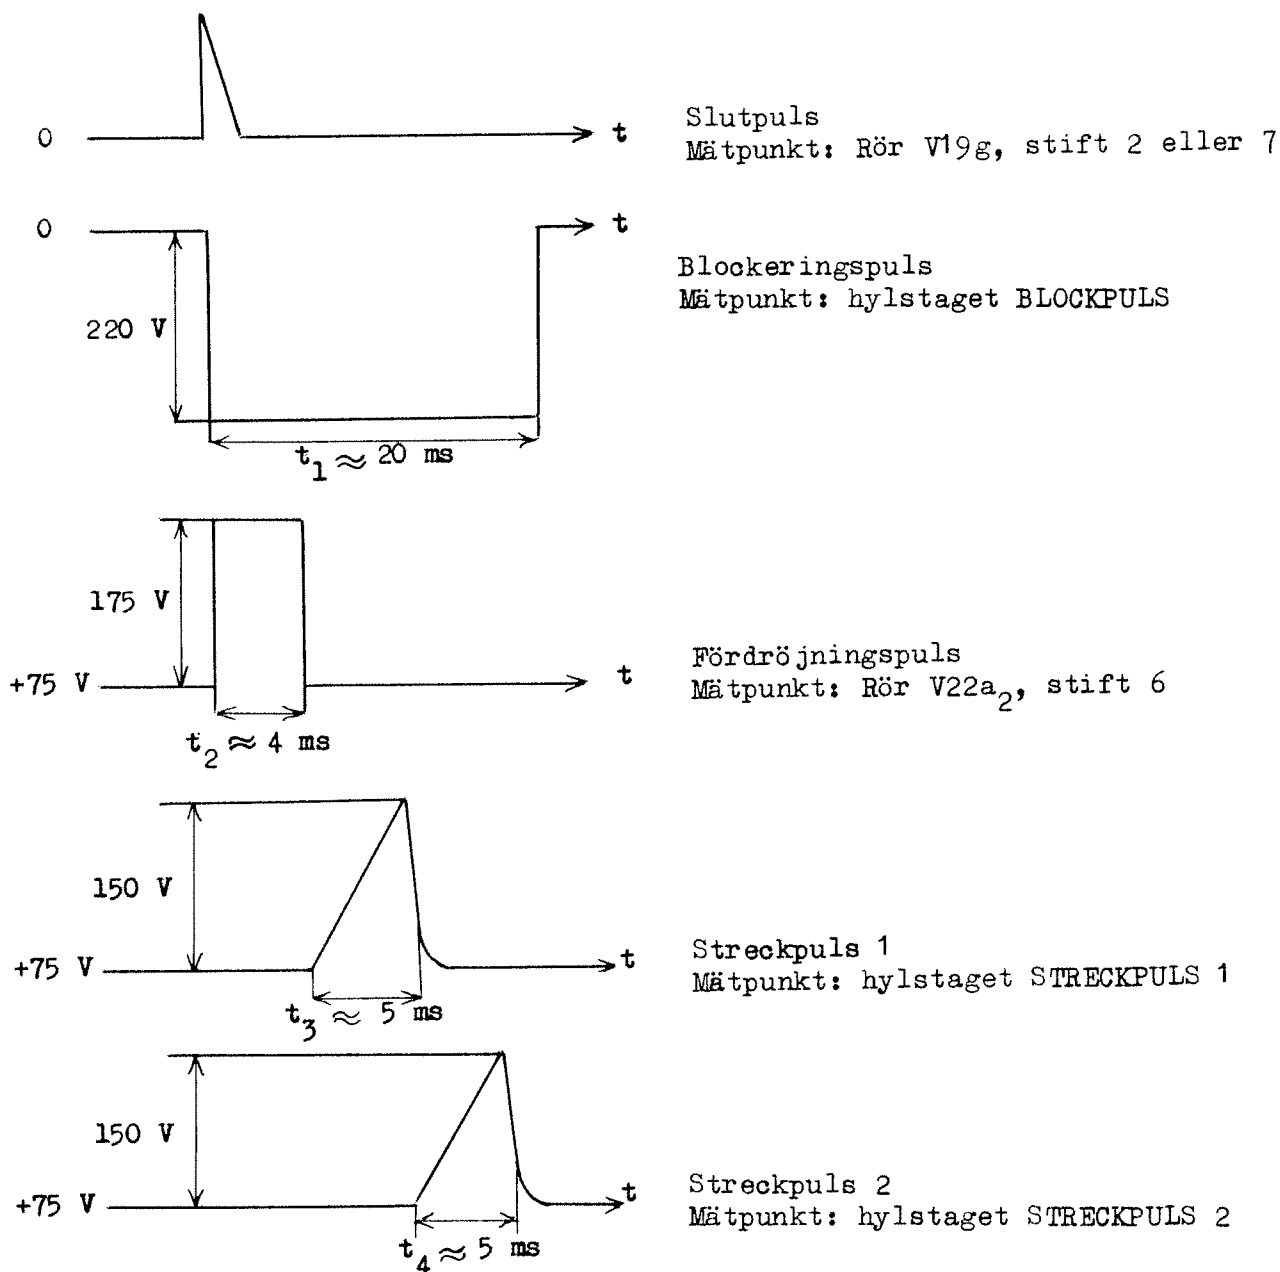

Bild 1
25. Anslut den ena tongeneratoren med frekvensen 240 Hz och spänningen ca 15 V till hylstaget 240 p/s (M). Kontrollera att glimlamporna OMK.PULS och RÄKN 1-6 lyser kontinuerligt.
26. Anslut den andra tongeneratoren med frekvensen 120 Hz och spänningen > 10 V genom en sluten strömställare till hylstaget PEJLSIGN (P).
29. Mät med oscilloskopet tider och nivåer hos pulserna enligt bild 1. Se till att sureckpulserna ligger helt inom tiden för blockeringspulsen $dvst_1 > t_2 + t_3 + t_4$. Anteckna mätvärdena i protokollet.